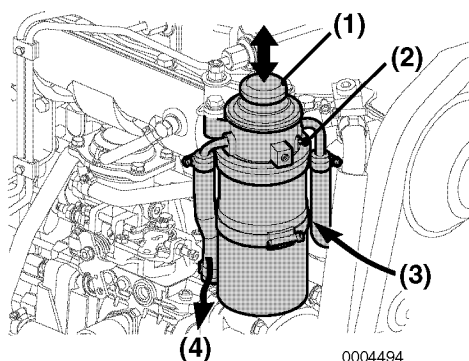

Figure 6
3. Desserrez les vis de purge d'air (**Figure 6, (2)**) de 2 à 3 tours.
4. Pompez avec la pompe d'amorçage (**Figure 6, (1)**) pour libérer l'air par la vis de purge d'air.